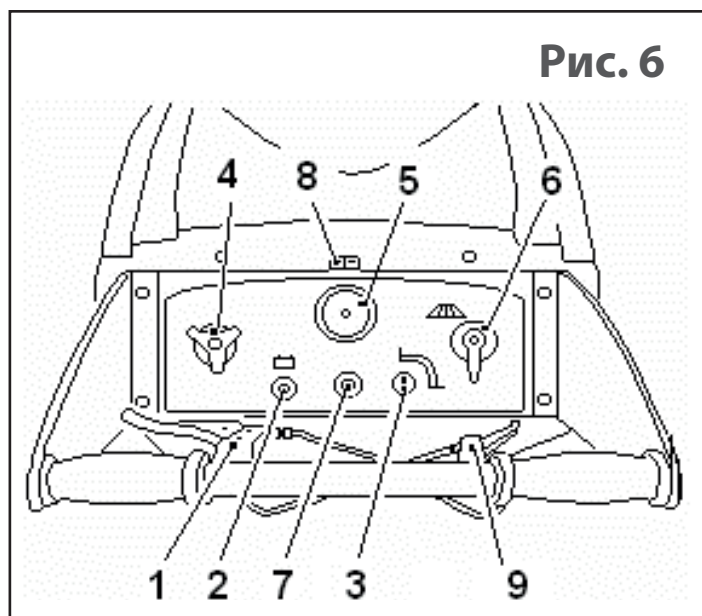

Рис. 6
Фильтрующий эффект машины заключается в отсутствии пыли в окружающей среде во время работы. Он достигается за счет панельного фильтра, **дет. 3, рис. 5**. Фильтрующую систему можно отключить, если потянуть вверх круглую рукоятку, **дет. 4, рис. 6**.
Рычаг хода, **дет. 1, рис. 6**, при приближении к рукоятке включает внутренний механизм, за счет которого машина движется на собственной скорости (только вперед). После отпускания эффект привода завершается.
Рычаг подключения, **дет. 6, рис. 6**, помогает опустить боковую щетку с места управления. Следует помнить, что боковую щетку следует применять только для очистки бордюров, профилей, углов. Она всегда вращается, когда двигатель машины включен.
Предназначена для встряхивания (очистки) фильтров, **дет. 3, рис. 5**. Включается, если потянуть круглую рукоятку, **дет. 5, рис. 6**, вверх до упора и резко отпустить **5/6** раз, чтобы механически встряхнуть фильтры. Пыль из фильтра упадет внутрь ящика.
ВАЖНО! Это действие следует выполнять до начала работы и до опустошения ящика, с выключенным двигателем или с рычагом закрытия всасывания, дет. 4, рис. 6, вытянутым вверх.
Дет. 4, рис. 6. Рычаг предназначен для исключения всасывания от крыльчатки. Во время работы круглая рукоятка должна быть полностью опущена. Всасывание необходимо отключить, потянув круглую рукоятку вверх, когда машина проходит по очень влажным или мокрым поверхностям и при встряхивании фильтра с работающим двигателем.
Рычаг подъема заслонки, **дет. 9, рис. 6**, при нажатии на него обеспечивает подъем передней прокладки и делает возможным сбор объемных предметов. Подходит для листьев, сигаретных пачек и проч.
Дет. 3, рис. 6. Предназначен для запуска и остановки двигателя машины, который подключает все движения и вращения в непрерывном режиме оборотов.
Дет. 2, рис. 6. Индикатор обозначает: зеленый свет - аккумулятор заряжен, **красный мигающий свет** - аккумулятор близок к разрядке, **ВЫПОЛНИТЬ ПОДЗАРЯДКУ** и постоянный красный свет - аккумулятор разряжен.
Дет. 8, рис. 6. Предназначен для подключения к зарядному устройству, которое имеет аналогичный штекер для зарядки.
На машинах с собственным механическим приводом отпустить рычаг движения, **дет. 1, рис. 6**, и тормозить силой рук. Затем выключить двигатель.
На машинах с собственным механическим приводом отпустить рычаг движения, **дет. 1, рис. 6**, и тормозить силой рук. Повернуть против часовой стрелки ключ зажигания, **дет. 3, рис. 6**.
Повернуть по часовой стрелке ключ зажигания, **дет. 3, рис. 6.**
Повернуть против часовой стрелки ключ зажигания, **дет. 3, рис. 6.**
- Избегать движения по лужам, чтобы не повредить пылевой фильтр. При наличии влажных поверхностей закрывать всасывание с помощью круглой рукоятки, **дет. 4, рис. 6**, на панели управления (потянуть вверх)
- Боковую щетку следует использовать только для очистки бордюров, профилей, углов и проч. Ее следует поднять (отключить) поворотом рычага, **дет. 6, рис. 6**, сразу после завершения очистки, чтобы не поднимать ненужную пыль и потому что результат от боковой щетки всегда ниже, чем результат от использования только центральной щетки.
- При вращении, повороте или для очистки в узких или очень захламленных пространствах рекомендуется не использовать механический привод (отпустить рычаг, **дет. 1, рис. 6**).